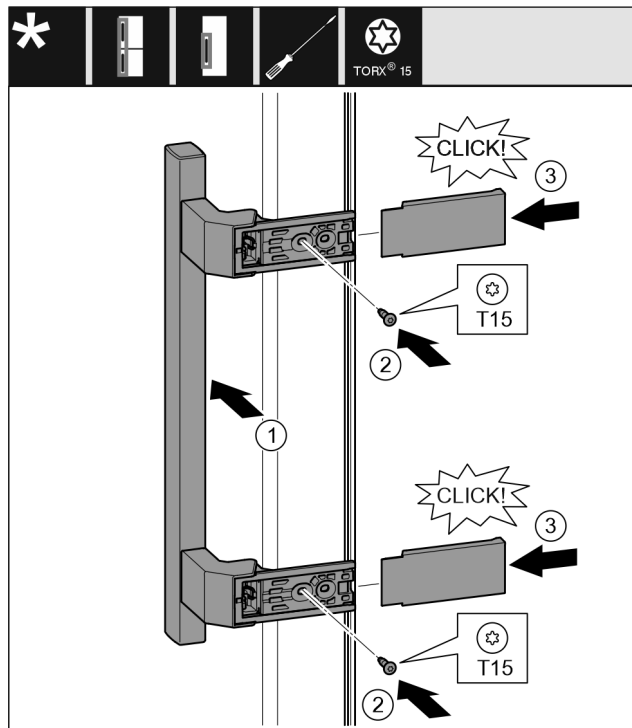

Fig. 20
- ▶ Colocar el tirador en el lado opuesto. Fig. 20 (1)
- ▶ Apretar los tornillos con el destornillador T15. Fig. 20 (2)
- ▶ Colocar las tapas en los laterales y empujarlas. Fig. 20 (3)